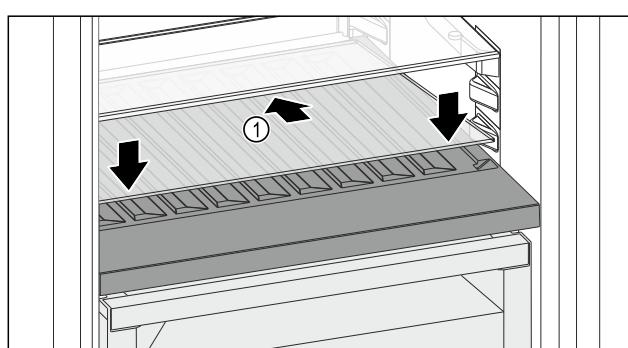

Fig. 116
- 向后下方倾斜放置玻璃隔板 Fig. 116 (1)。
- 放低玻璃隔板 Fig. 116 (1) 前部。